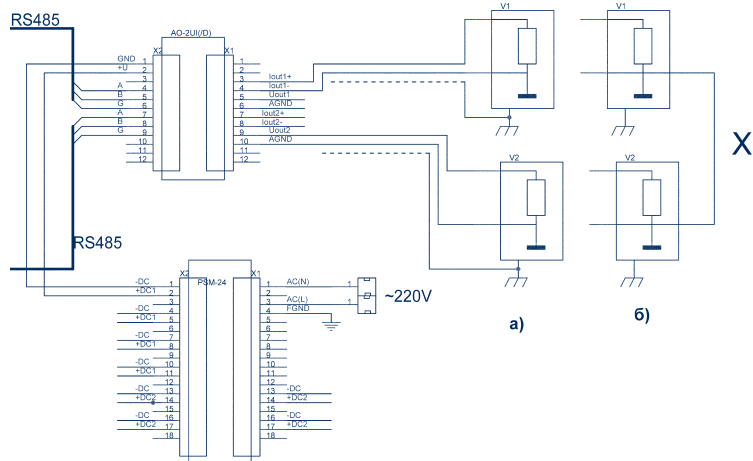

Рис. 9. Примеры правильной и неправильной схем подключения.
3) Приёмник токового сигнала и приёмник сигнала напряжения также должны иметь «плавающие» общие точки, гальванически изолированные от заземления и друг от друга. Заземлённые приёмники сигналов напряжения должны заземляться в одной точке (рис. 9 а). Соединение общих разных точек (рис. 9 б) недопустимо.